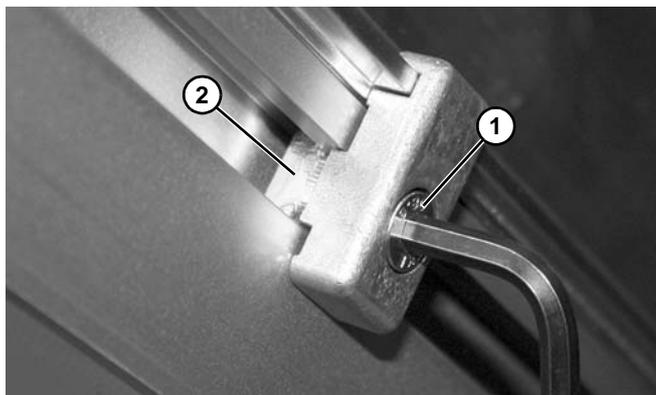

Figure 18
2. Serrer la vis (**Figure 18, élément 1**) en s'assurant que la barrette en T (**Figure 18, élément 2**) tourne et s'engage dans l'encoche en T.